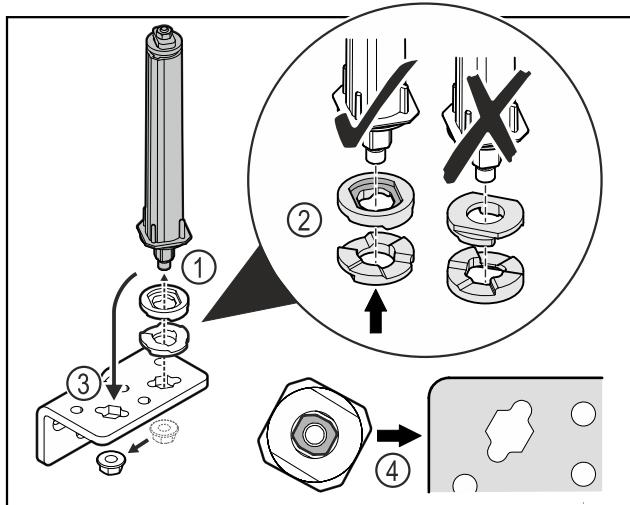

Fig. 41
- ▶ Відкрутити гайку і зняти систему запирання дверей Fig. 41 (1).
- ▶ Слідкувати за правильним розташуванням шайб для регулювання висоти Fig. 41 (2).
- ▶ Переставити систему запирання дверей у шарнірному кутику і зафіксувати гайкою Fig. 41 (3).
- ▶ Під час встановлення слідкувати за правильною орієнтацією системи запирання дверей Fig. 41 (4).